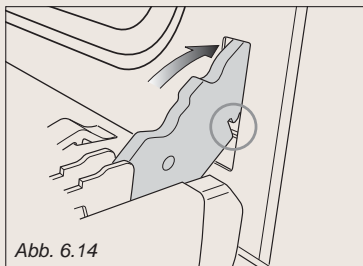

Abb. 6.14
2. Fügen Sie die Scharnierzungen in die Schlitze ein und prüfen Sie, ob die Nut, wie in Abb. 6.14 gezeigt, greift.